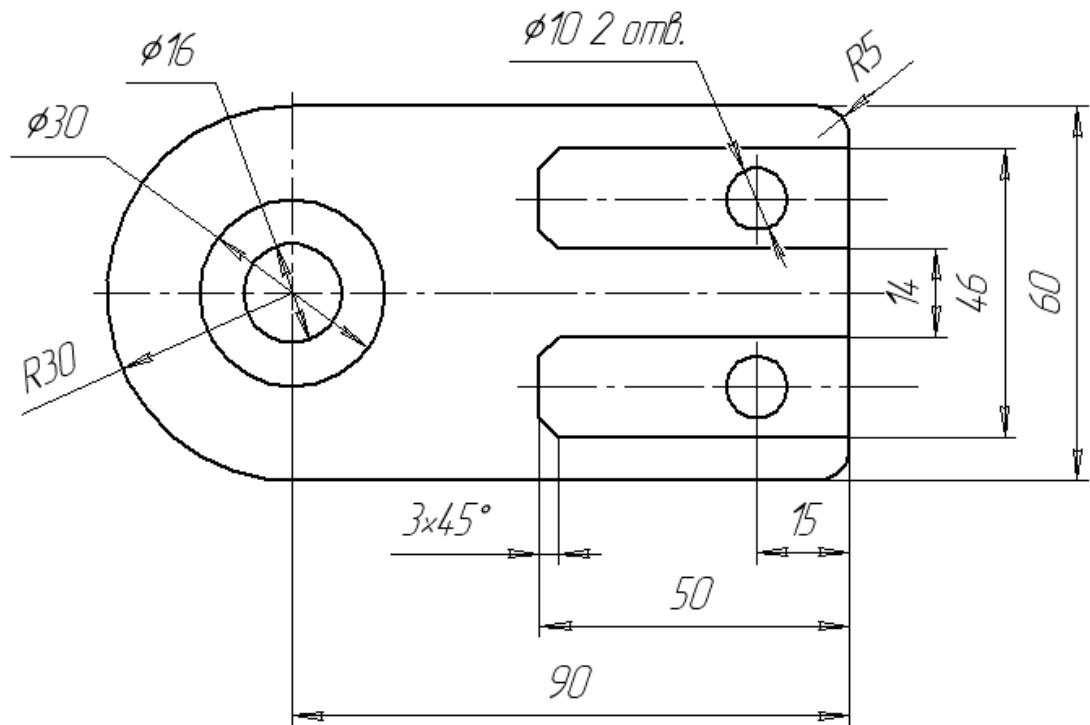

Рис.11 Команда «Фаска»
9. Выполнить геометрические построения, используя команды «Штриховка», «Фаска». Нанести размеры (см. рис.11)